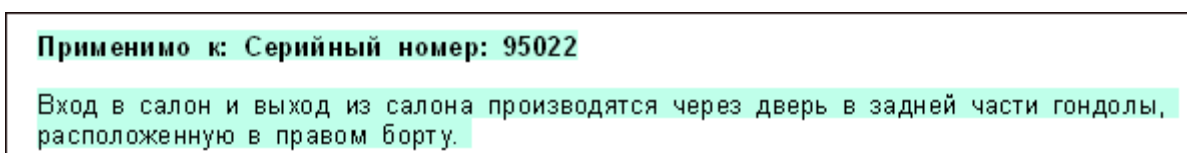

Рис. 238
**Стиль вывода применяемости** выбирается из выпадающего списка. При выборе параметра **Печатать применяемости в документе** перед данными с назначенной применяемостью появятся сведения об объектах применяемости (Рис. 238).